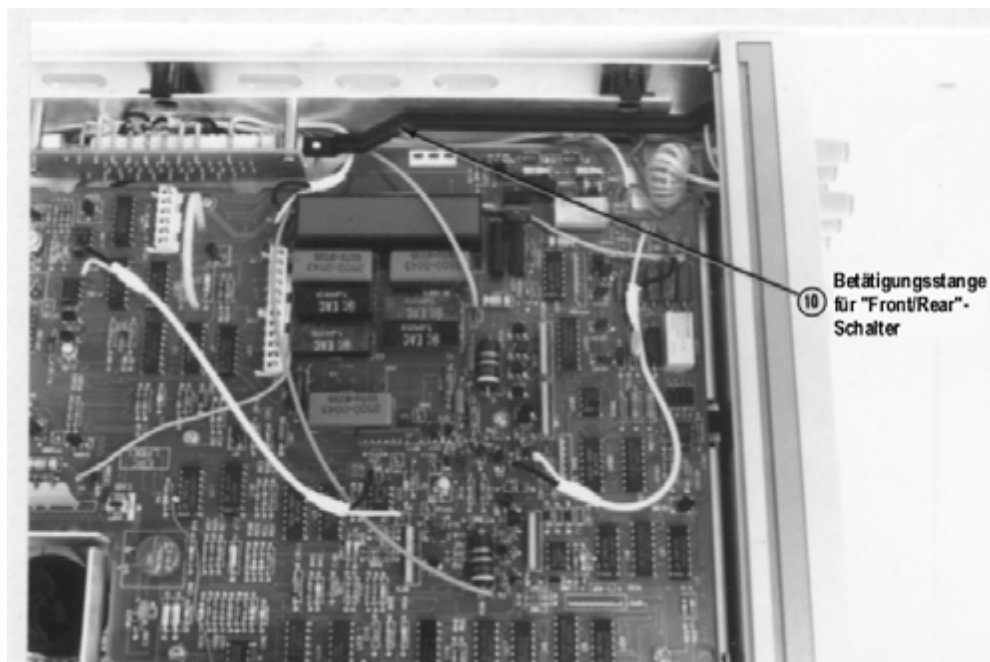

Abbildung C-8 Position des "Front/Rear Terminal"-Schalters und der Betätigungsstange
- 3** **Abbildung C-8** zeigt die Position der Betätigungsstange für den "Front/Rear Terminal"-Schalter. Ziehen Sie die Betätigungsstange heraus. Eventuell müssen Sie die Betätigungsstange mit Hilfe eines kleinen Längsschlitzschraubendrehers lockern. Bringen Sie den Schalter in die gewünschte Stellung.